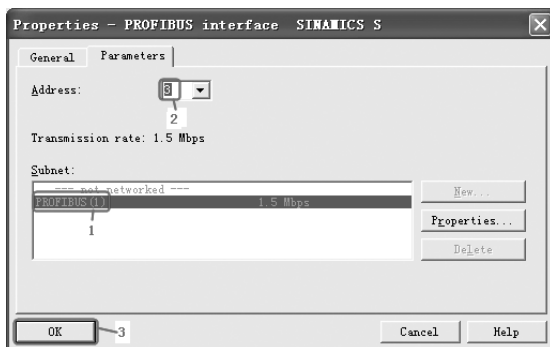

图 11-49 设置 SINAMICS S120 站地址
③ 设置 SINAMICS S120 的站地址。先选中 PROFIBUS 网络，再设置 SINAMICS S120 的站地址为“3”。注意，这个地址与用拨码开关设置的 SINAMICS S120 的地址要一致，最后单击“OK”按钮，如图 11-49 所示。